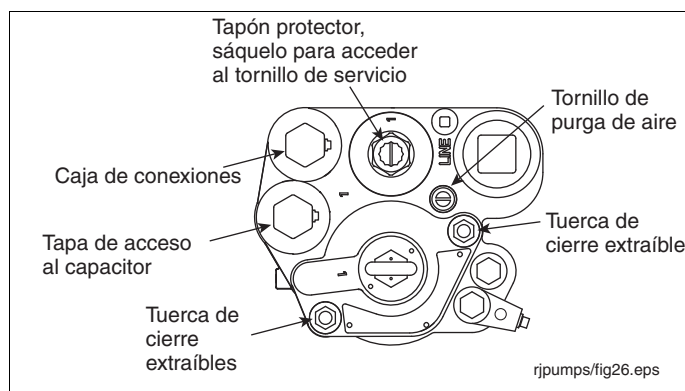

Figura 37. Tuercas de cierre extraíbles
2. Saque las dos tuercas de cierre extraíbles (vea la Figura 37). Los resortes en los pernos de cierre entre la brida de la unidad extraíble y el colector empujarán a la unidad extraíble hacia arriba. Esto provocará que se rompas los sellados.
20. Gire el tornillo de la purga de aire 2 o 3 vueltas hacia la izquierda (vea la Figura 37).